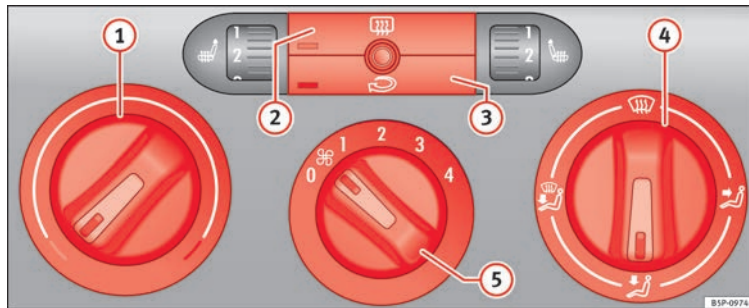

Abb. 114 Bedienelemente der Heizung in der Instrumententafel.
- Mit den Reglern » Abb. 114 ① und ④ und mit dem Schalter ⑤ wird die Temperatur, die Luftverteilung und die Gebläsestufe eingestellt.
- Drücken Sie die jeweilige Taste ② bzw. ③, um eine Funktion ein- oder auszuschalten. Bei einer eingeschalteten Funktion leuchtet die Kontrollleuchte unten links an der Taste auf.